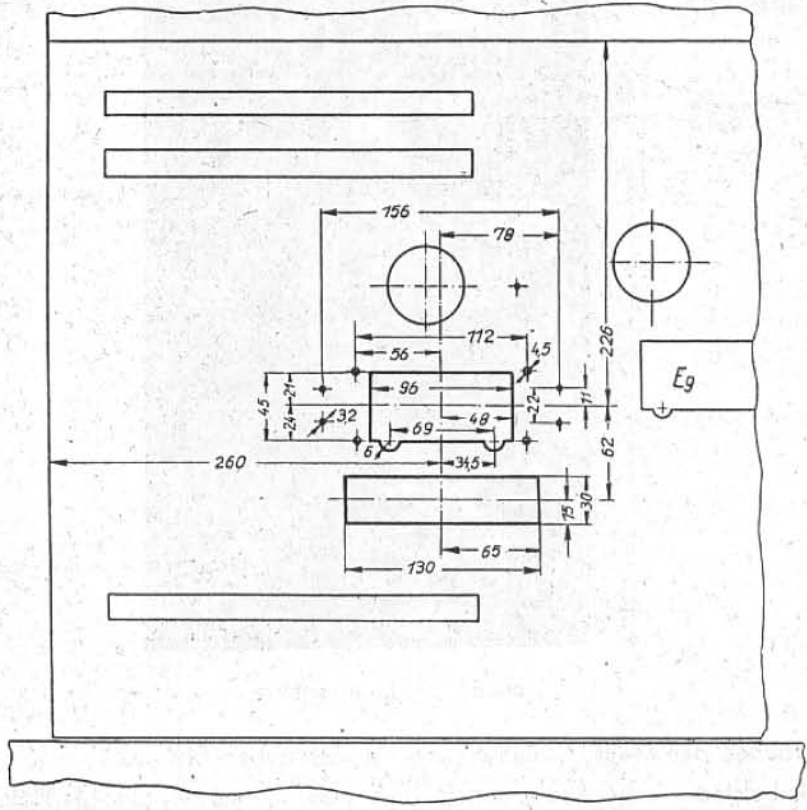

Abb. 9. Maßskizze für den Durchbruch der Tj-Platte,
2. Durchbruch für die Tj-Buchsenplatte am Ausleger auf der Spiegelseite im Pintschregler-raum herstellen (s. Abb. 9). Vier Bohrungen 4,5 mm zum Anschrauben der Tj-Buchsenplatte herstellen.
3. Durchbruch für die Kabeldurchführungsplatte (s. Abb. 9). Befestigungslöcher 4,5 mm nach der Durchführungsplatte anreißen und bohren. Zweckmäßig wird in der Mitte am oberen Rande der Kabeldurchführungsplatte noch eine 3-mm-Schraube durchgezogen, welche die Platte gut und wasserdicht anpreßt. Diese Schraube kann gleichzeitig als Masseverbindung von Feder 7 der Tj-Platte benutzt werden.
Durchbrüche und Bohrungen nach Abb. 9 bzw. Schablone herstellen.